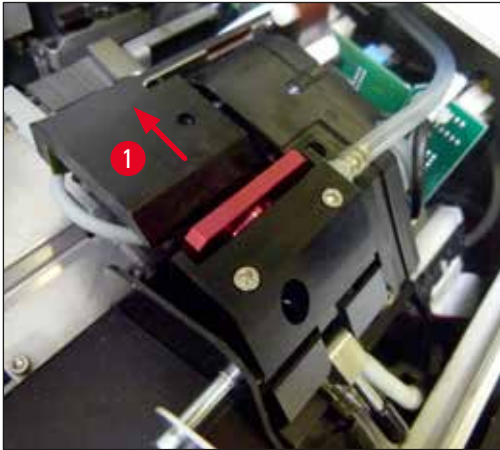

Abb. 54
2. Der Druckkopf (→ "Abb. 54-1") bewegt sich nach oben zu einer ca. 1 cm von der Dichtlippe entfernten Position (→ "Abb. 54").